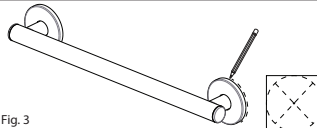

Fig. 3
4. Use a pencil and mark the centers on each side of the product for the mounting locations. (Fig. 3)
4. À l'aide d'un crayon, marquez le centre des emplacements de montage de chaque côté du produit. (Fig. 3)